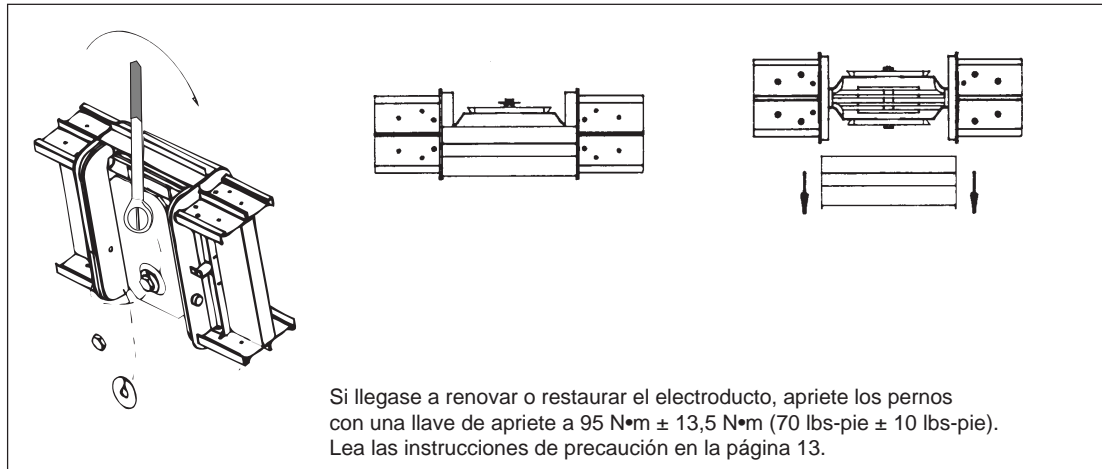

Figura 12
3. Apriete los pernos de unión del electroducto (figura 12).